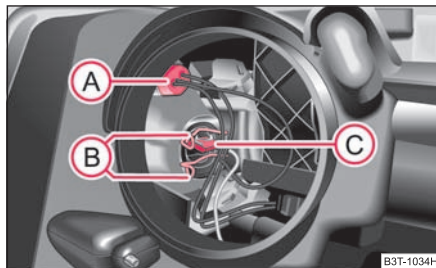

Abb. 234 Ausbau der
- Nehmen Sie die Fassung Ⓐ heraus ⇒ Abb. 234.
- Drücken Sie die Federdrahtbügel Ⓑ ⇒ Abb. 234 zusammen und hängen Sie diese zur Seite aus.
- Nehmen Sie die Fassung Ⓒ heraus ⇒ Abb. 234.